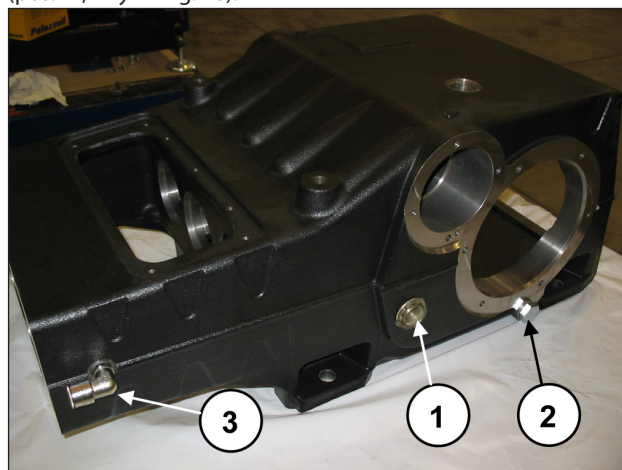

Fig. 48
Montar los dos testigos del nivel de aceite, los dos tapones de descarga del aceite y el racor con la conexión rápida a 90° (pos. ①, ② y ③ Fig. 48).